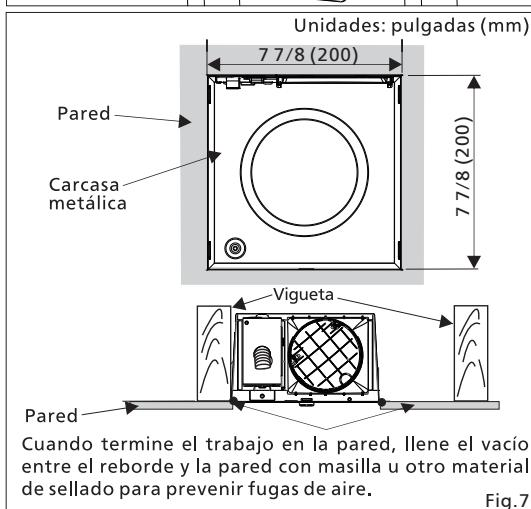

Fig.7
7. Termine el trabajo en la pared. El orificio en la pared debe estar alineado con el borde interior del reborde. (Fig. 7)